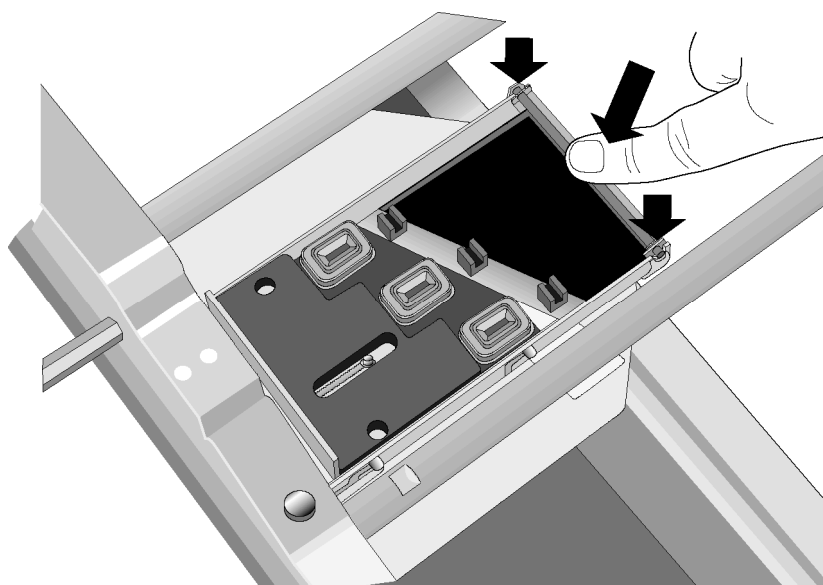

Abbildung 67: Verriegeln des Farbwannenblechs
8. Befestigen Sie das Blech mit dem Drehzapfen in seiner Verriegelungsstellung (Abbildung 67).